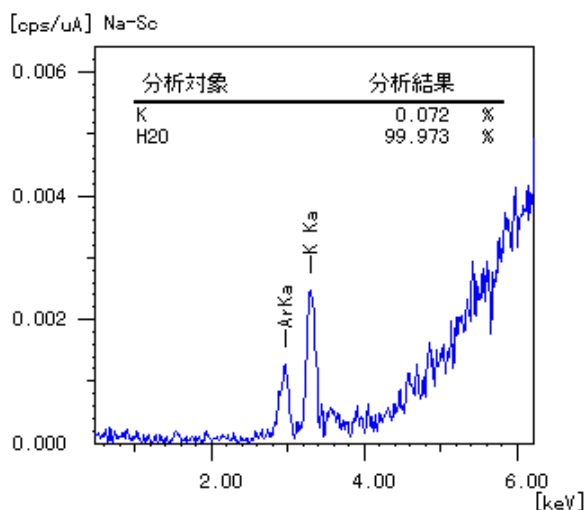
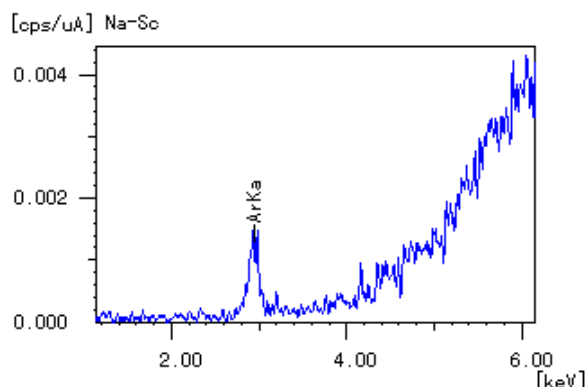

Fig.1 Qualitative and Quantitative Analysis of Oolong Tea Mixed KCN with an Al Filter
Fig.2 Qualitative Analysis of Only Oolong Tea with an Al Filter
(1)シアン化カリウムを混合したもの、何も混合しないものとの定性・定量分析結果をそれぞれ Fig.1, Fig.2 に示します。Kの存在が明らかに判ります。